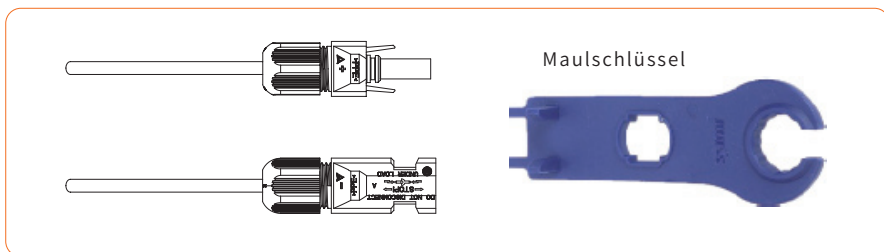

Abbildung 4-17
⑤ Stecken Sie das Plus- und das Minuskabel in die entsprechenden Plus- und Minusstecker, ziehen Sie das Kabel zurück, um sicherzustellen, dass der Anschluss fest im Stecker sitzt.
⑥ Verwenden Sie einen Maulschlüssel, um die Mutter auf das Ende zu schrauben, um sicherzustellen, dass der Anschluss gut abgedichtet ist (siehe Abbildung 4-17):